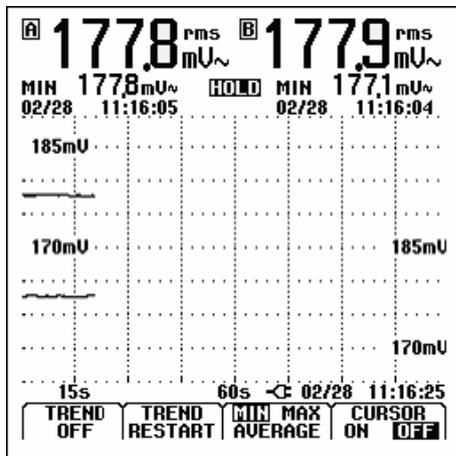

Figura 5-1. Lettura di TrendPlot
①  Aprire il menu della modalità dell'applicazione.
②  Evidenziare TRENDPLOT
③  Avviare TrendPlot. Viene visualizzata una schermata come quella illustrata nella Figura 5-1.